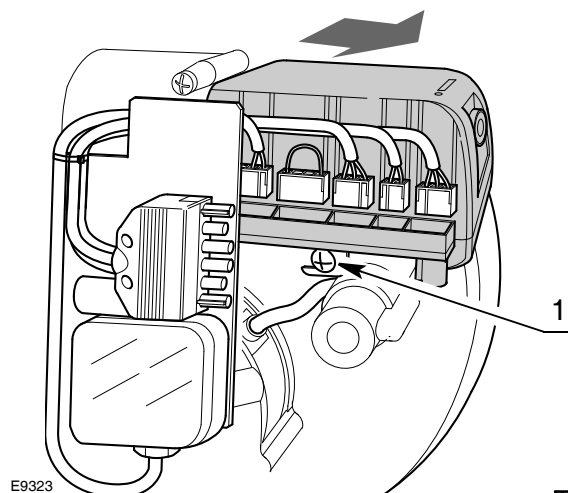

图 19
- 断开与之相连的所有连接插头，包括 6 针插头，高压电缆和接地线 (TB)；
- 拧松螺丝 1) (图 19)，按箭头方向拉出控制盒。
- 用紧固扭矩为 1 ÷ 1.2 Nm 的扳手拧紧螺丝 1) (图 19)；